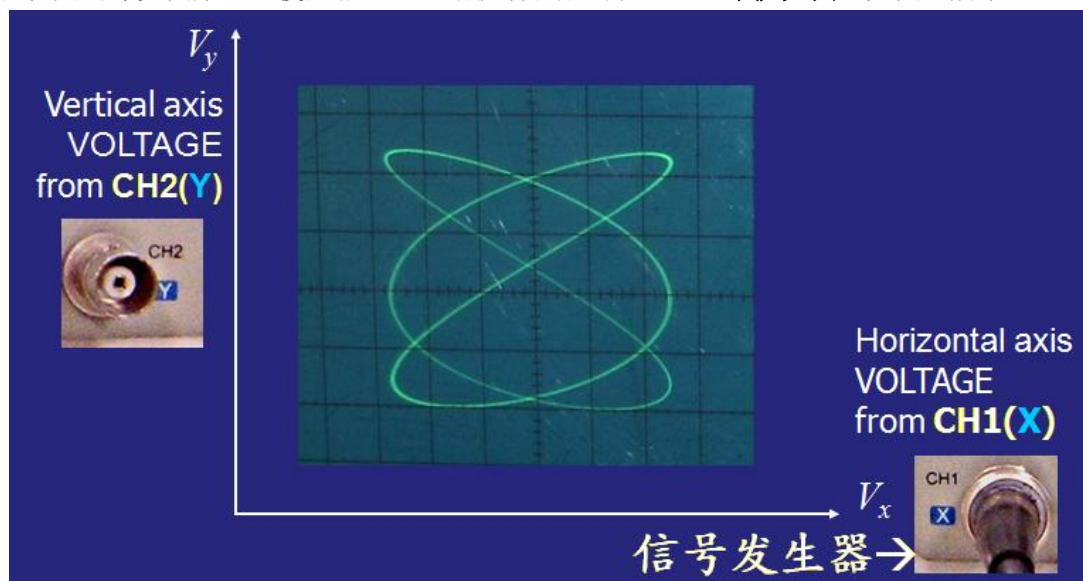

图4 李萨如图
5、X—Y模式 当示波器由Y—t模式切换为X—Y模式时，扫描信号被切断，此时，通道1（CH1(X)）被连接到X偏转板，通道2（CH2(Y)）还是被连接到Y偏转板。在这种模式下，电子束同时受到连接X、Y偏转板的输入电压形成的电场力的作用，如果此两路电压均为正弦波信号，且周期或频率的比值为有理数（整数的比），则我们会在荧光屏上看到闭合稳定的漂亮图案，这便是相互垂直谐振动合成的轨迹——**李萨如图**，如图4所示。
将信号发生器输出的正弦波已知信号输入到示波器的 CH1(X)通道，待测正弦电压信号接入 CH2(Y)通道，同时将示波器工作模式切换到 X — Y 模式，调节已知信号频率使两正弦电压的周期或频率成简单整数比时，合成轨迹为一稳定的闭合曲线即李萨如图形，如图 4 所示。对图形作水平和垂直切线或割线(两条割线均应与图形有最多的相交点)，并设水平切线(或割线)与图形的切点(或交点)数为 N_x 、垂直切线(或割线)与图形的切点(或交点)数为 N_y ，则 X、Y 方向的电压信号频率 f_x 、 f_y 与 N_x 、 N_y 有如下关系